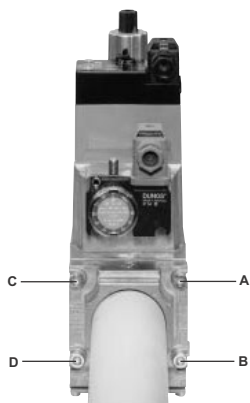
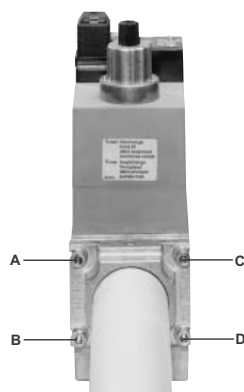

Рис. 7
Рис. 8
1. Расслабить винты А и В, но **не снимать** их (Рис. 7 и Рис. 8)
2. Отвинтить винты С и D (Рис. 7 и Рис. 8)